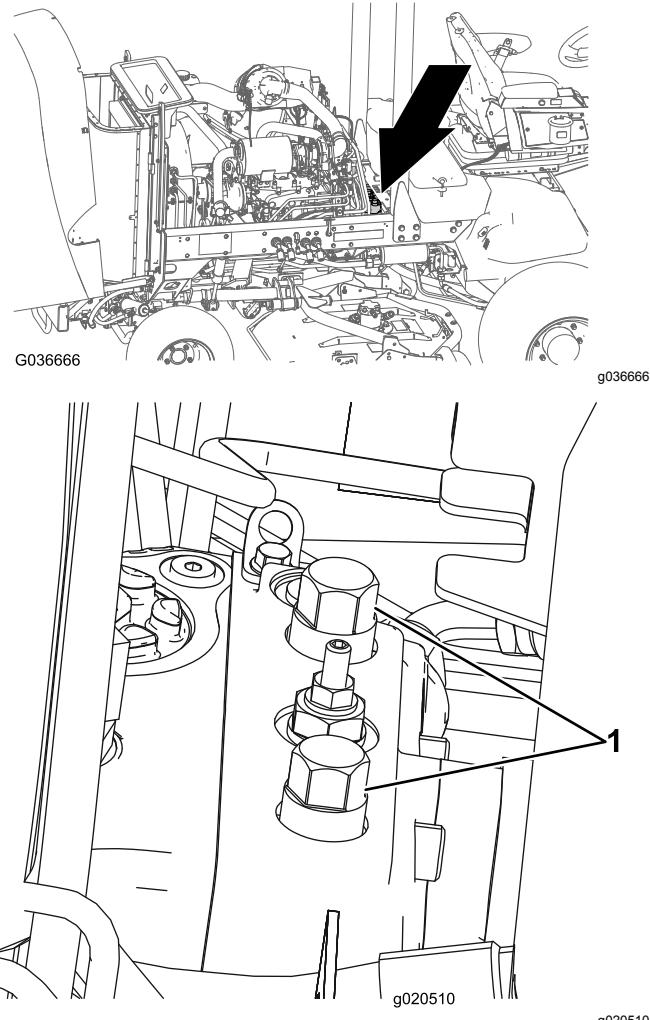

Figura 50
1. Levante el capó y localice las válvulas de desvío (Figura 50) en la parte superior de la bomba, detrás de la batería/cajas de almacenamiento.